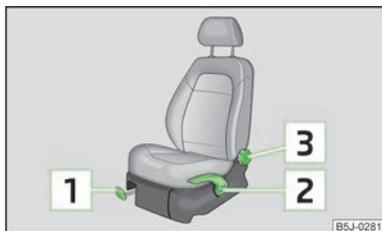

Fig. 35
- Tirar de la palanca » fig. 35 hacia arriba, desplazando al mismo tiempo el asiento hasta la posición deseada.
- Si se quiere subir el asiento, tirar de la palanca » fig. 35 hacia arriba o bombear.
- Descargar el respaldo (no apoyarse en él) y girar la ruedecilla de mano » fig. 35 para ajustar la inclinación del respaldo deseada.